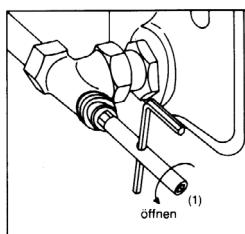

Bild 5
- 3.3 Mit dem Sechskantschlüssel SW 10 (1) durch Linksdrehen den Einsatz lockern (max. 1/4 Gewindegang) (Bild 5).